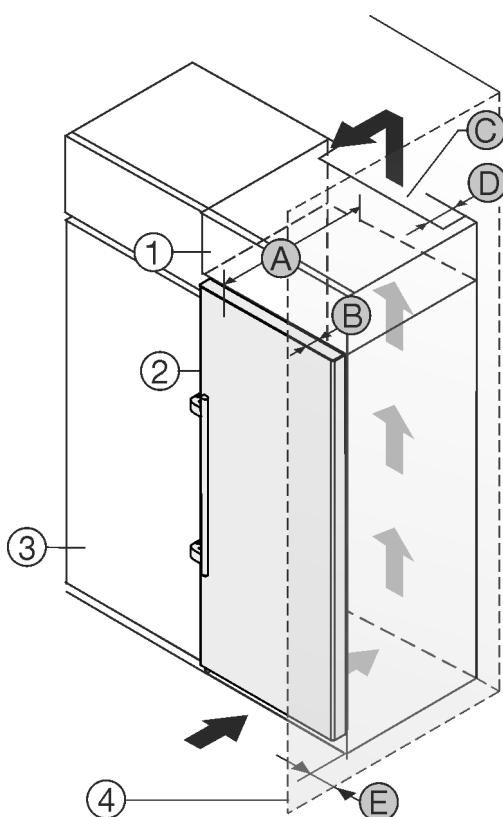

Fig. 2
Uredaj možete postaviti neposredno pored kuhinjskog ormara Fig. 2 (3).*
Na stražnjoj strani visećeg ormara treba postojati otvor za odzračivanje dubine Fig. 2 (D) po cijeloj širini visećeg ormara.*
Ispod stropa prostorije treba poštovati ventilacijski presjek Fig. 2 (C).*
Kada se uređaj postavlja s okovima pored zida Fig. 2 (4), razmak između uređaja i zida mora iznositi najmanje 57 mm. To odgovara stajaju ručice kod otvorenih vrata.*
Kako biste vrata mogli potpuno otvoriti, uređaj mora biti za dubinu vrata Fig. 2 (B) ispred u odnosu na prednjicu kuhinjskog ormara. Ovisno o dubini kuhinjskih elemenata Fig. 2 (3) i uporabi zidnih odstojnika, uređaj može i dalje stršati.*